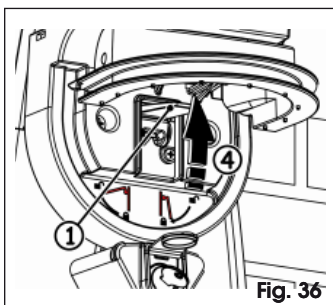

Fig. 36
3. Trek aan de ontgrendelingshendel tot hij niet verder kan, Fig. 36 ref. ①.